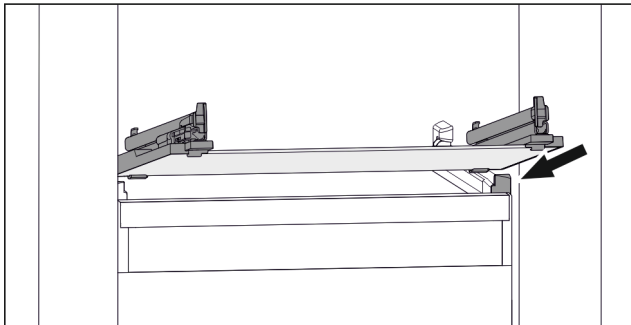

Fig. 152 玻璃隔板例图
- ▶ 将玻璃隔板斜放在止动器后面。(参见 Fig. 152)